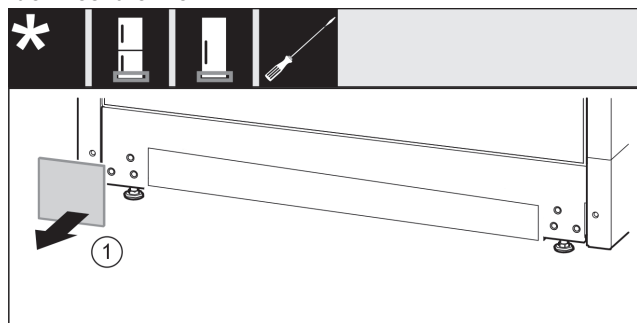

Fig. 13
- ▶ Vegye le a borítást. Fig. 13 (1)